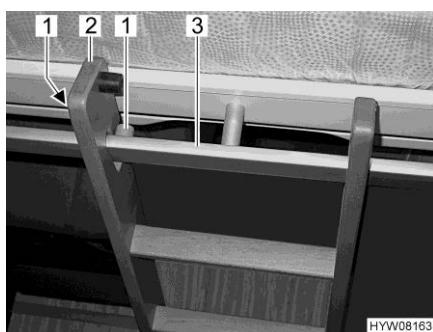

Fig. 96 Scaletta di accesso (agganciata)
- Agganciare la scaletta di accesso (Fig. 96,2) con le due staffe nella barra di presa (Fig. 96,3) al letto basculante. Durante l'agganciamento fare attenzione che i longheroni della scala vengano posizionati attraverso i due dispositivi di fissaggio (Fig. 96,1). Questo serve a impedire che la scaletta di accesso scivoli di lato.
- Staccare la scaletta di accesso (Fig. 96,2) dalla barra di presa (Fig. 96,3) nel letto basculante.